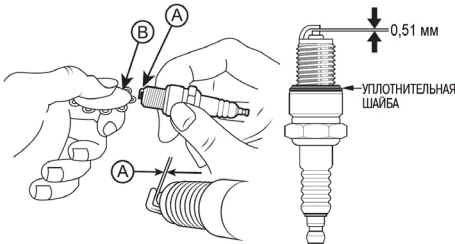

Рис. 19 Обслуживание свечи зажигания
4. Измерьте зазор А между электродами свечи зажигания специальным щупом В. Зазор должен быть 0,51 мм (Рис. 19). При необходимости, отрегулируйте зазор, аккуратно подогнув/отогнув боковой электрод.